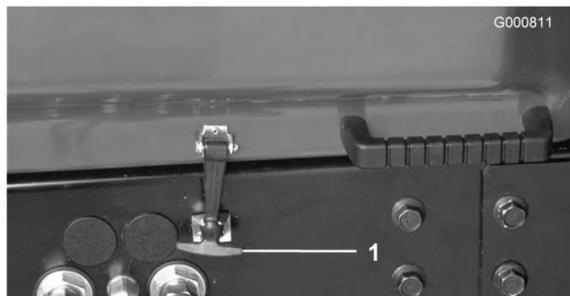

Figura 28
1. Parcheggiate la macchina su terreno pianeggiante. Rilasciate il fermo e aprite il cofano (Figura 28).